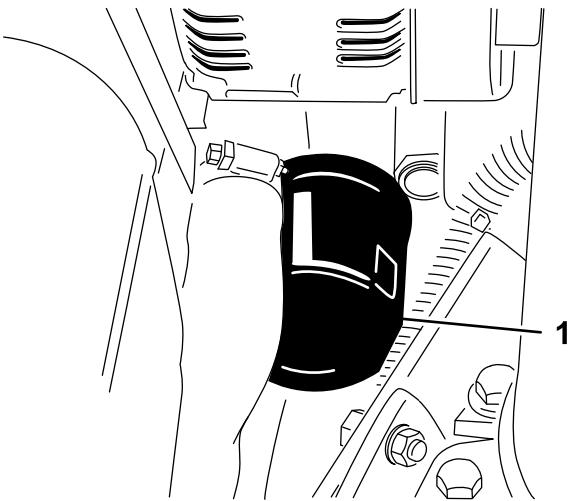

**Bild 61**
1. Entfernen Sie eine Abläschschraube (Bild 61) und lassen das Öl in eine Auffangwanne ablaufen; setzen Sie die Schraube ein, wenn kein Öl mehr ausläuft.